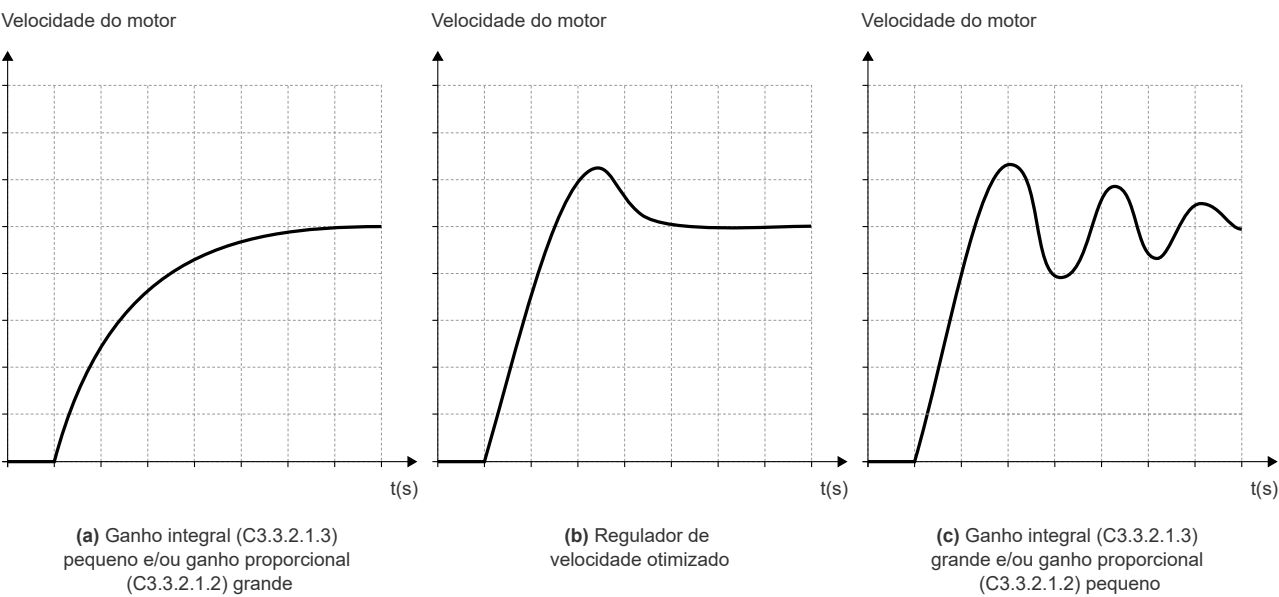

Figura 9.11: (a), (b) e (c) - Tipos de resposta do regulador de velocidade
- 6. Verifique dentre as opções da Figura 9.11 qual a forma de onda que melhor representa o sinal lido.
7. Ajuste C3.3.2.2.1 e C3.3.2.2.2 em função do tipo de resposta apresentada na Figura 9.11.